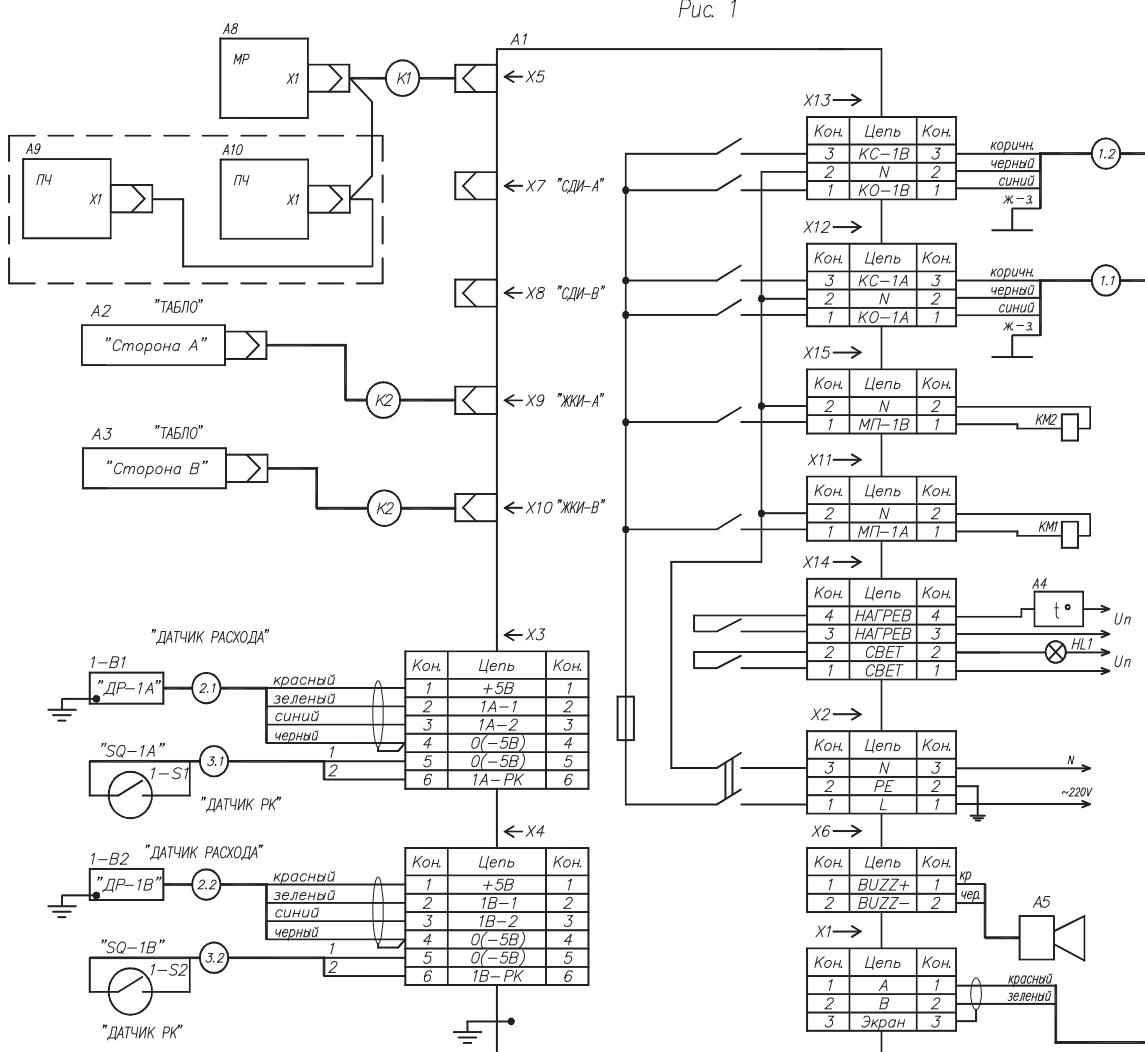

Рис. 2
3. В случае использования блока управления 8 многофункциональной двусторонней ТРК с одним насосом на каждый из видов топлива подключение магнитного пускателя насоса производить согласно рис. 2.